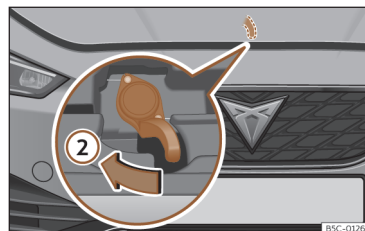

Fig. 214 Alavanca sob o capô.
- Para levantar o capô, pressione para a esquerda com a palma da mão para baixo a alavanca situada sob o capô, no centro >>> **Fig. 214 ②**. Os ganchos de fixação ficam desbloqueados.